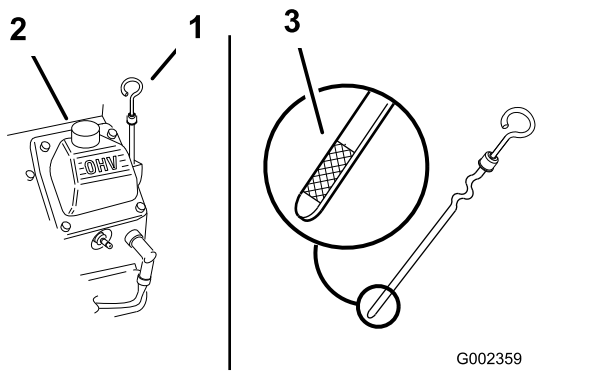

Figura 44
2. Curăai în jurul jojei de ulei (Figura 44) astfel încât murdăria să nu pătrundă în orificiul de umplere i să nu deterioreze motorul.
3. Îndepărtați joja, tergeți-o și montați-o până când este complet aezată (Figura 44).
4. Îndepărtați joja de ulei și verificați nivelul uleiului. Nivelul uleiului trebuie să se încadreze între cele 2 marcaje „F” full (nivel complet) și „L” low (nivel scăzut) de pe jojă (Figura 44).
5. Dacă nivelul uleiului este în dreptul marcajului „L” low (nivel scăzut), îndepărtați capacul tubului de umplere (Figura 44) și adăugați uleiul specificat până când nivelul acestuia ajunge la marcajul „F” full (nivel complet) de pe jojă.